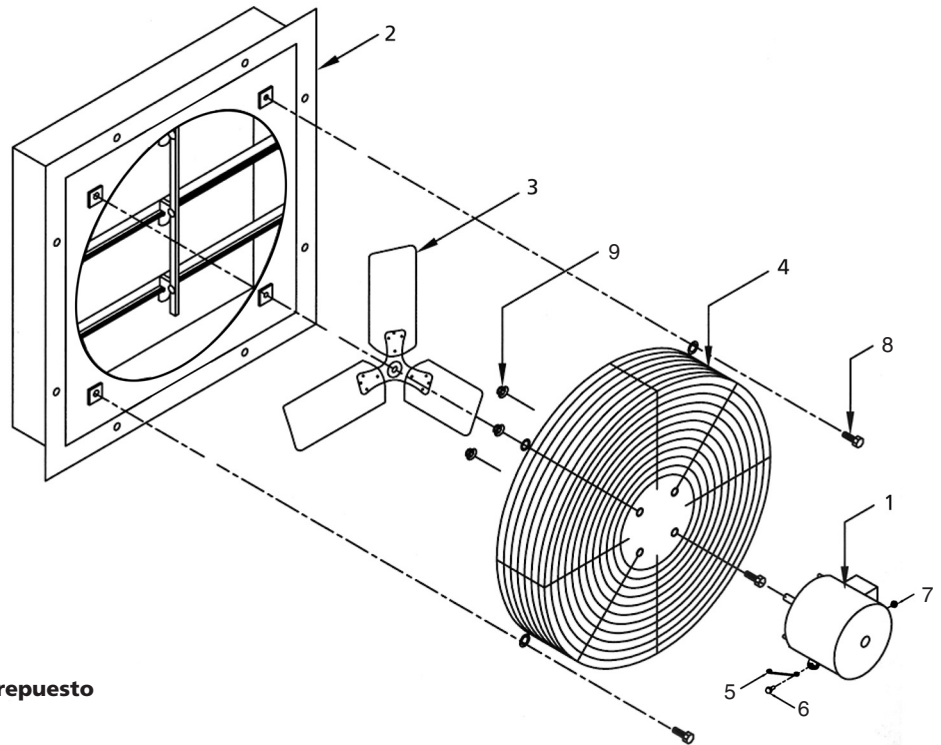

Ilustración 3 - Diagrama de las piezas de repuesto
1. Remítase a la ilustración de las piezas de repuesto (Ilustración 3).
PRECAUCIÓN Si se daña la hélice, no intente repararla. Reemplácela con una pieza debidamente equilibrada (ver Ilustración 3 Referencia No. 3).